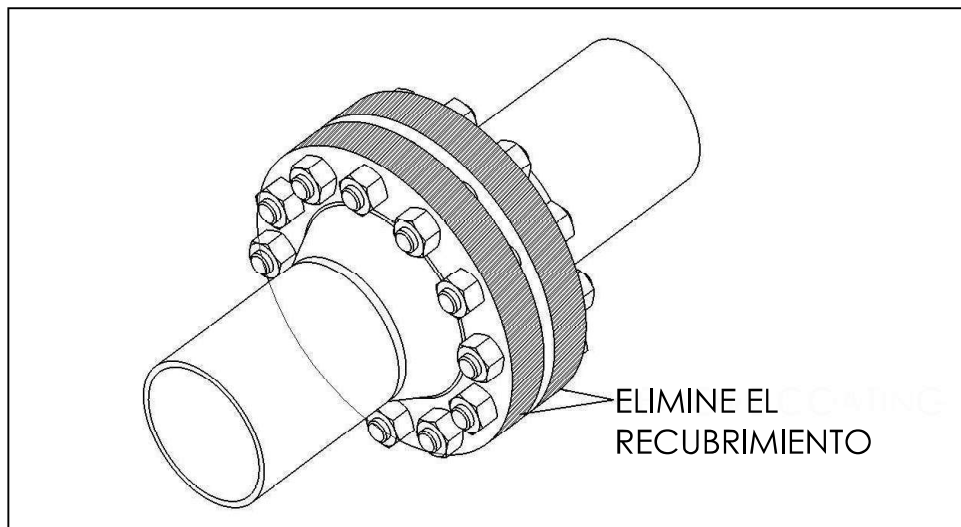

Figura 2
2. Elimine todo recubrimiento, óxido e incrustaciones de la superficie de la brida donde los sellos circunferenciales del anillo reparador de bridas "PLIDCO Flange+Repair Ring" entrarán en contacto con las bridas (consulte la Figura 2). Se prefiere un acabado casi blanco, como se indica en SSPC-SP10/NACE No.2. Cuanto más limpia esté la superficie exterior, más positivo será el sellado. Las superficies arenadas deben pulirse para un acabado liso.